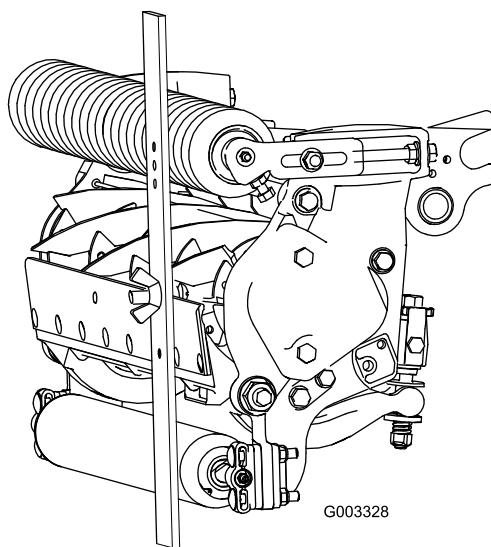

Figure 16
- Accrochez la tête de la vis sur le bord tranchant de la contre-lame et appuyez l'arrière du gabarit contre le rouleau arrière (Figure 16).
- Tournez la vis de réglage jusqu'à ce que le rouleau avant touche le gabarit (Figure 16). Réglez les deux